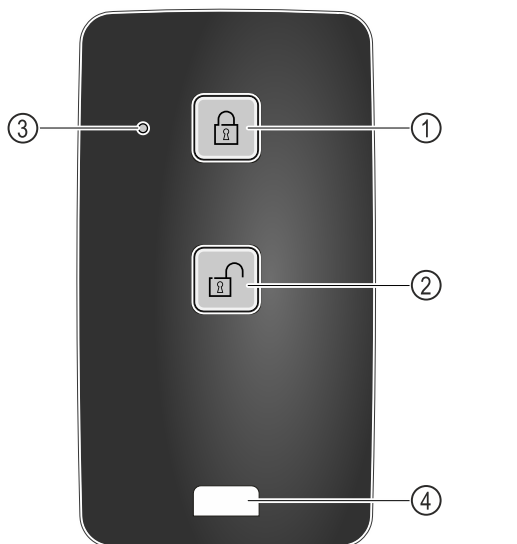

Fig. 219
- (1) Lås låset (3) Status-LED
(2) Lås upp låset (4) Fästögla
- Tryck på knappen Fig. 219 (1) på fjärrkontrollen.
- Tryck på knappen Fig. 219 (2) på fjärrkontrollen.
- Status-LED:n Fig. 219 (3) blinkar för att bekräfta att knappen tryckts in.
- Ögla Fig. 219 (4) för att sätta fast fjärrkontrollen, t.ex. på en nyckelknippa.